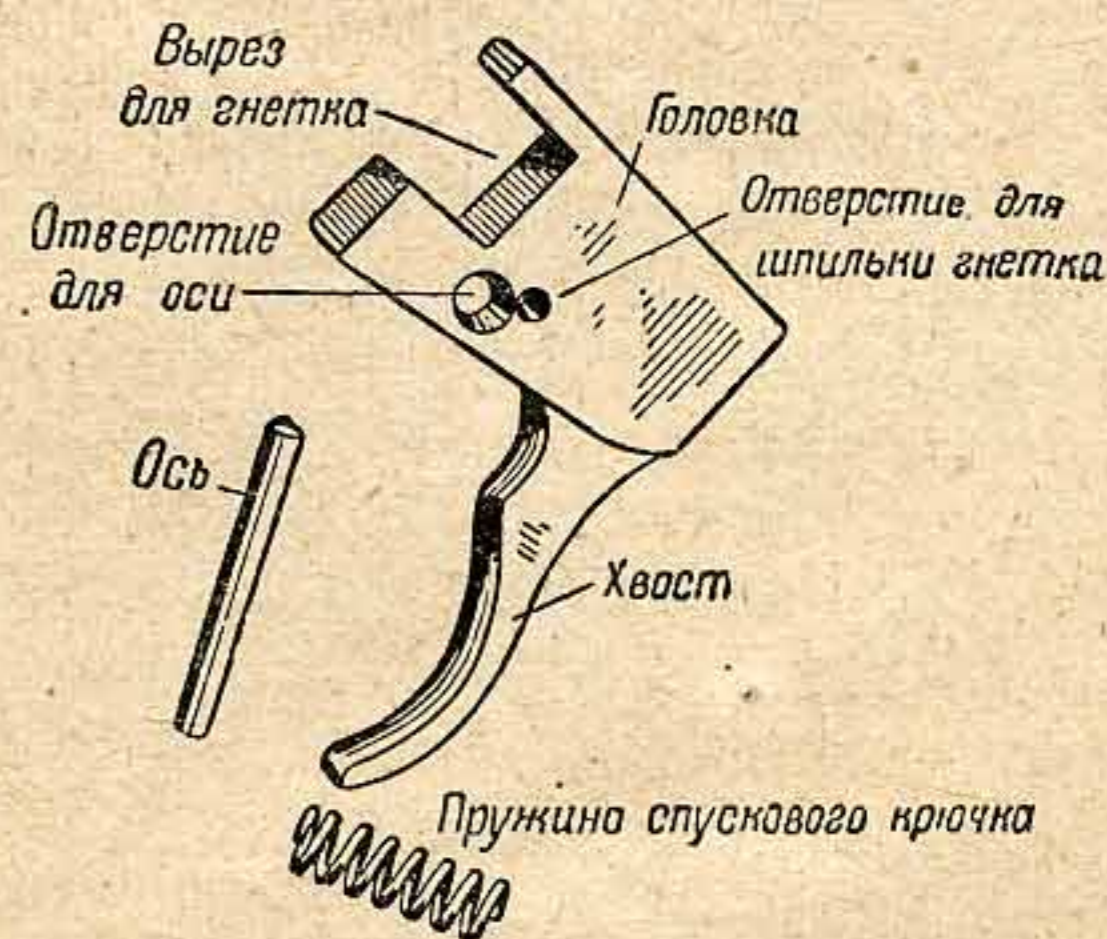

Рис. 17. Спусковой крючок
**Спусковой крючок** (рис. 17) служит для отвода заднего конца спускового рычага вниз с по-